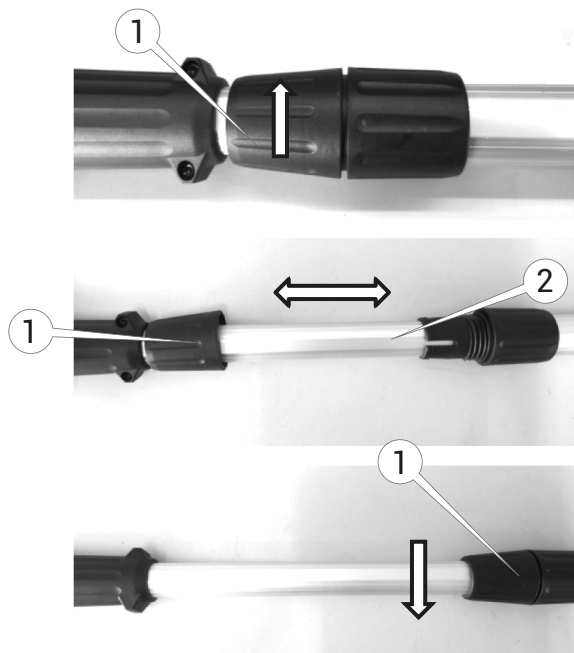

Рисунок 5. Розкладання та складання телескопічної опори.
- послабити цанговий фіксатор механізму регулювання довжини опори (1, рис. 5), повернувши його за годинниковою стрілкою;
- висунути внутрішній сегмент телескопічної опори (2, рис. 5) на необхідну довжину;
- знову затягнути цанговий фіксатор регулювання довжини опори (1, рис. 5), міцно повернувши його проти годинникової стрілки.